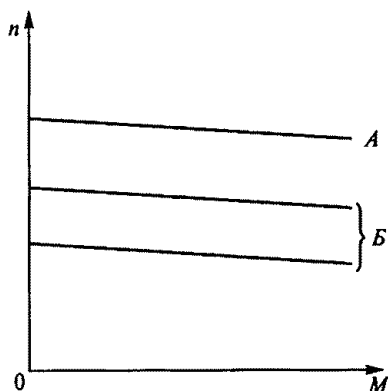

Рис. 249
10.54. Какому способу регулирования скорости вращения двигателя постоянного тока с независимым возбуждением соответствуют механические характеристики B , показанные на рис. 249, если до этого он работал по естественной характеристике A ?